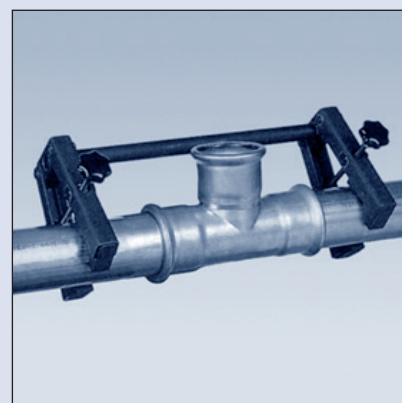

Fig. 26 Brug af monteringsklemmen
8.6 Brug af monteringsklemmen til "Big Size"-diametre (fig. 26)
8.6 Use of assembly clamps for "Big Size" diameters (fig. 26)